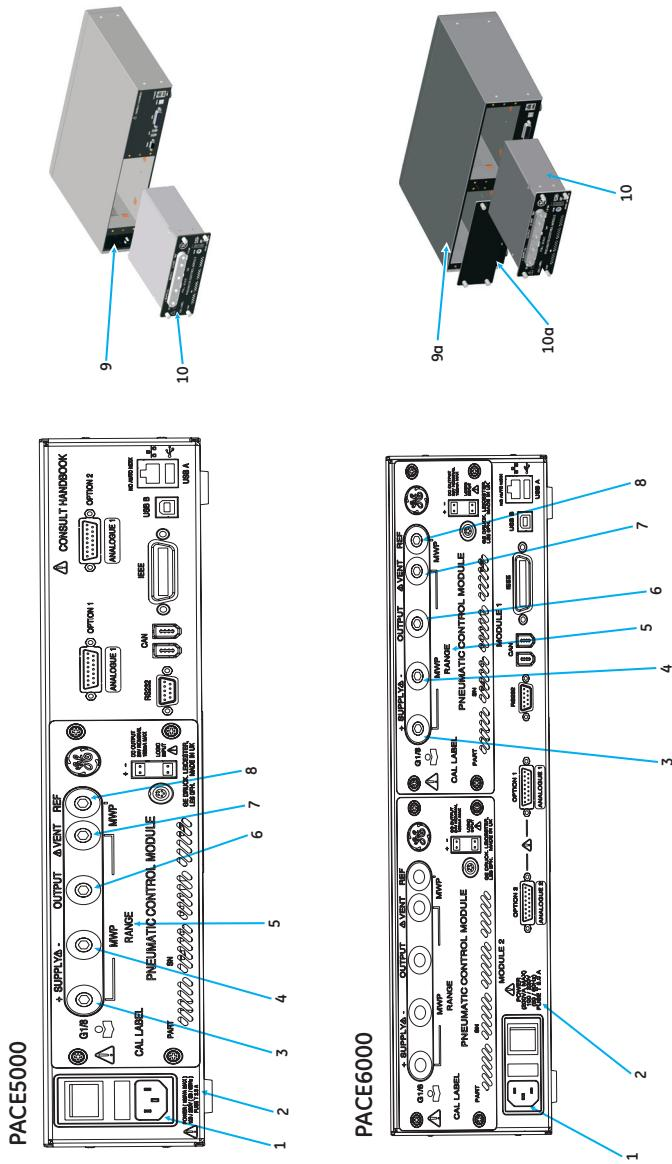

Рис. 1
- ◊ Para proteger o módulo de controle (Fig 1, item 10 ou 10a), para faixas acima 100 bar, da sobrepressão, é preciso encaixar um dispositivo de proteção adequado (como uma válvula de alívio ou disco de ruptura) para limitar a pressão de alimentação aplicada abaixo da MWP.
Пояснения к рис. 1
- Не подавайте давление, превышающее максимальное рабочее давление, указанное на задней панели (см. рис. 1, поз. 5).
- Не подавайте электропитание, параметры которого превышают значения, указанные на задней панели (см. рис. 1, поз. 2).